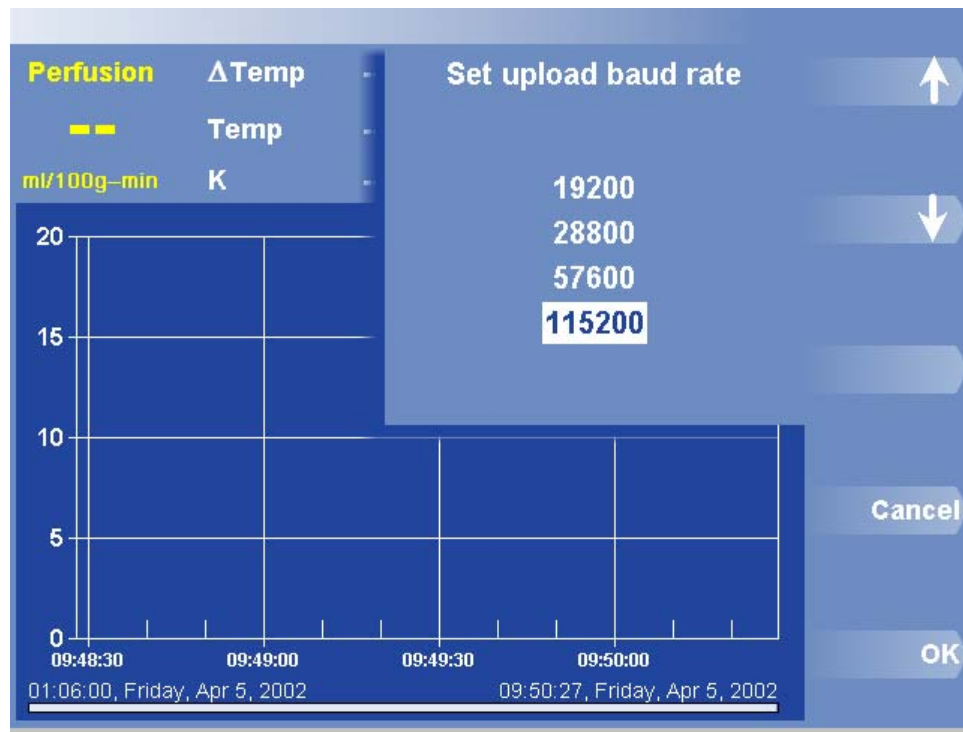

Figura 20. Caixa de Diálogo e Menu Taxa de Transmissão de Dados de Carregamento
1. Prima Options (Opções) > More Options (Mais Opções) > More Options (Mais Opções) > Set Baud Rate (Definir Taxa de Transmissão de Dados). Aparece a caixa de diálogo Definir Taxa de Transmissão de Dados de Carregamento (Figura 20).